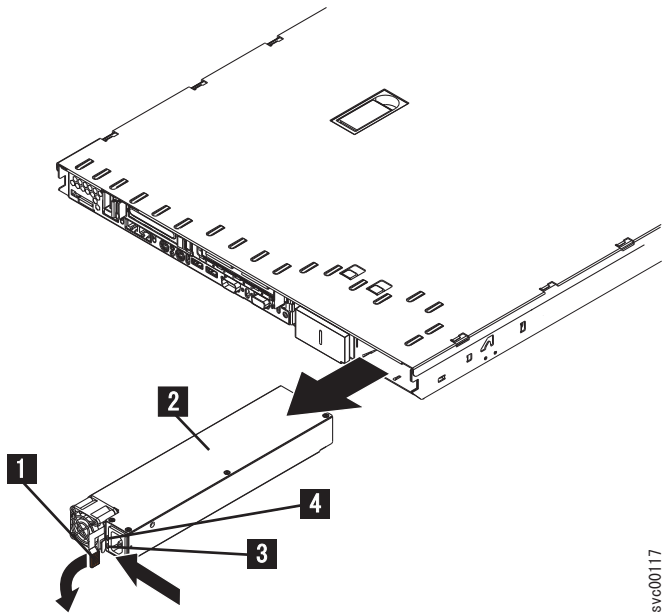

図 154. SAN ボリューム・コントローラー 2145-8F2 電源機構の取り外し
4. ノードの後部で、184 ページの図 154 で示すように、オレンジ色の解放レバーを左方に押してから下方に押し、電源機構アセンブリーを解放します。これは、電源機構を少し後に移動し、簡単に取り外しができます。